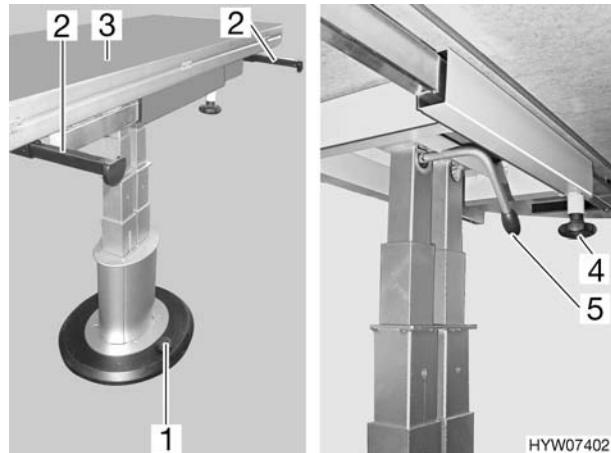

Fig. 73 Tavolo fisso con piede telescopico
- Estrarre interamente le guide di appoggio (Fig. 73,2) fino all'arresto.
- Ribaltare la metà superiore del piano del tavolo (Fig. 73,3) e collocarla sulle guide di appoggio.
- Svitare la vite a testa cilindrica zigrinata (Fig. 73,4).
- Premere il bottone con il piede (Fig. 73,1). Il bloccaggio inferiore è aperto.
- Ruotare la leva di serraggio (Fig. 73,5) all'indietro. Il bloccaggio superiore è aperto.
- Ruotare la leva di serraggio (Fig. 73,5) in avanti. Il piede del tavolo è bloccato.
- Ruotare la leva di serraggio (Fig. 73,5) all'indietro. Il bloccaggio superiore è aperto. Il piano del tavolo si sposta verso l'alto fino al fine corsa.
- Premere il bottone con il piede (Fig. 73,1). Il bloccaggio inferiore è aperto. Il piano del tavolo si sposta completamente verso l'alto.